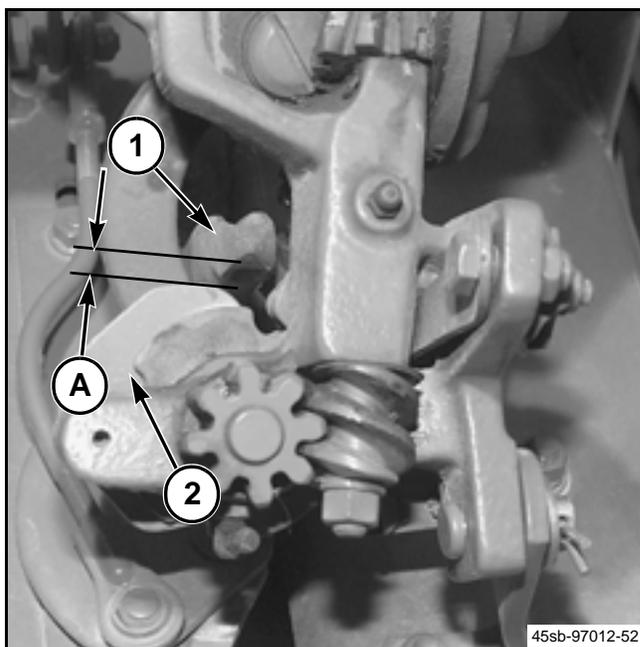

FIG. 77
FIG. 77: Con las agujas (1) en la posición de penetración plena en el anudador, ajuste la posición de las agujas con una separación (A) de 3 a 5 mm (1/8 a 3/16 pulg) entre el radio interior de las agujas y el limpiador del disco del cordel (2). Para separar la aguja del limpiador del disco del cordel, afloje la tuerca de montaje delantera de la aguja levemente y apriete la tuerca de montaje trasera. Invierta este procedimiento para mover la aguja hacia el disco del cordel.